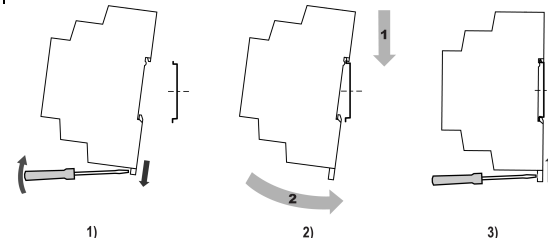

Рисунок 1 – Монтаж прибора
2. Вставив отвертку в проушину, оттянуть защелку (см. рисунок 1, 1). Прибор установить на DIN-рейку.
3. Прибор прижать к DIN-рейке (см. рисунок 1, 2, стрелки 1 и 2). Отверткой вернуть защелку в исходное положение.